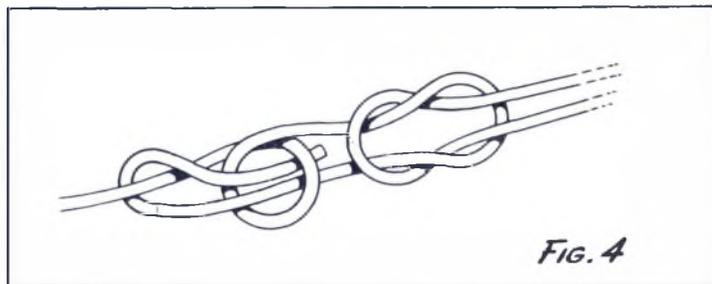

FIG. 4
dando così luogo a perdite assai inferiori a quelle che interverrebbero se l'antenna e la induttanza fossero due organi separati, il segnale da rivelare e successivamente da amplificare viene prelevato da una delle spire intermedie della antenna stessa, invece che da uno dei suoi estremi: in questa maniera, si raggiunge alla perfezione la condizione richiesta da tutti i transistor fatti funzionare quali amplificatori del tipo ad emettitore comune, ossia quella che la loro entrata sia adattata su di una impedenza di valore relativamente basso, dai 600 ai 1000 ohm. Se infatti il segnale fosse prelevato da uno degli estremi dell'avvolgimento, l'impedenza presentata dal circuito sarebbe assai dissimile da quella richiesta dal transistor per funzionare con il massimo guadagno. Il transistor usato è il 2N107, della General Electric, sebbene, con potenza di uscita alquanto inferiore, anche il transistor della Raytheon CK 722 potrebbe essere usato. Lo schema elettrico da adottare è quello che figura nel circuito A n. 3; nel caso però che qualcuno dei lettori voglia usare con l'apparecchio in questione un auricolare a cuffia piezoelettrica, come sono quelli per apparecchi acustici, di minime dimensioni, lo schema che dovrà essere adottato è quello di fig. 3B. In fig. 4 sono illustrati i dettagli costruttivi relativi alla cassetta dell'apparecchio: la si può realizzare in masonite dura, come è stato fatto nel prototipo, oppure in compensato; fare ad ogni modo il minimo uso di parti metalliche, che potrebbero fungere da schermo, ostacolando la captazione delle radioonde da parte dell'antenna
La fig. 4 non ha bisogno di molte delucidazioni. Si tratta di
Fig. 4 - *Prataiolo*. — Questo fungo si presenta con tante varietà di colorazioni del cappello che forse sarebbe necessario illustrarlo in ciascuna delle varie specie, ma in fine tutte le specie di esso possono essere ricondotte a quella raffigurata. Esso è comune di estate e di autunno nei campi e nei prati, come pure in luoghi incolti ed al margine dei boschi. Cresce in gruppi di tre o quattro esemplari poco distanti uno dall'altro. Il suo cappello è pianoconvesso, del diametro di 5-15 cm., biancastro o nocciola chiaro, coperto sovente da squamette fiocose, grigie od anche marroni e brunastre.
Cominciate anche questa volta partendo da quattro fili lunghi circa 100 mm., per lo scheletro (A, di fig. 4). Prendete poi un filo della lunghezza di cm. 50 e fate con esso 10 giri intorno allo scheletro, partendo da un punto che si trovi a circa 3,5 cm. dalla estremità posteriore, e procedendo in avanti (B). Lasciate per il momento libero il filo che sinora avrete avvolto e passate a piegare nella maniera indicata nel dettaglio C due dei fili dello scheletro alla estremità anteriore della figurina: tali fini rappresenteranno le zampe anteriori.
Avvolgete il filo con cui avevate avvolto il corpo e che momentaneamente avevate lasciato libero, anche attorno a due restanti fili dello scheletro, per formare il collo, con quattro giri (dettaglio D), indi prendete i due estremi dei fili che compongono lo scheletro che sporgono alla estremità inferiore, fate fare a ciascuno di essi un giro intorno ad uno spillo, indi ponetene nuovamente le estremità in direzione verso la parte anteriore della figurina: avrete così realizzato le orecchie dell'animale, come indicato nel dettaglio B di fig. 4 (se vi interessasse realizzare un animale a ventate orecchie grandi, potrete modellare altrimenti, in maniera da dar loro dimensioni e forma voluta; soltanto, nel caso che le orecchie dovessero essere piuttosto grandi, dovrete tenere con-
to di questo particolare all'inizio, quando preparerete i quattro fili per lo scheletro della figurina; avvolgete con esso altri tre giri, per modellare il muso e quindi tagliate via la parte rimanente, sia di questo filo che del filo dello scheletro, dettaglio F, fig. 4.